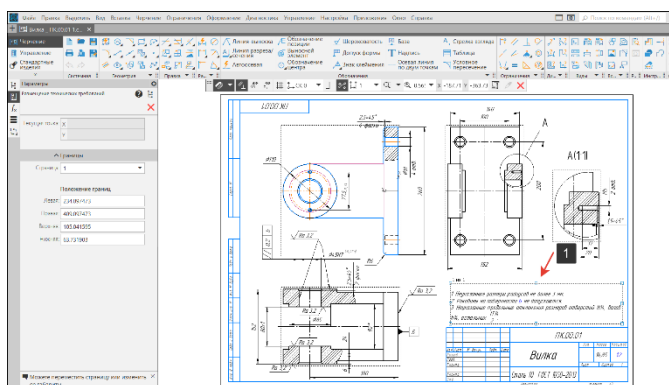

Рисунок 278 – Режим Размещения
- Запустим режим размещения технических требований (1) (Рисунок 278);